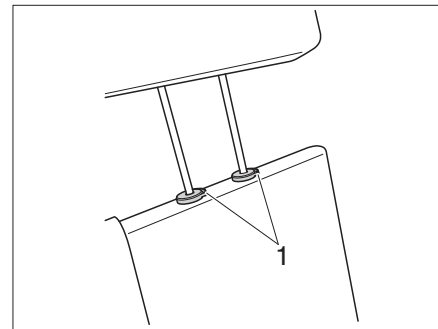

Bild 20 Kopfstütze Sitzbank (Variante 2)
- Beide Sicherungstasten (Bild 20,1) drücken und Kopfstütze verstellen bzw. abnehmen.